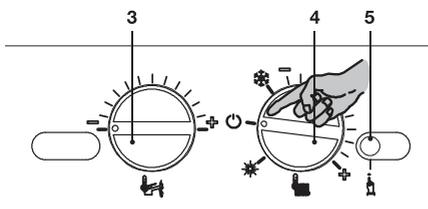

Рисунок 7.12
- Чтобы выйти из режима программирования, установите переключатель функций / регулятор температуры 4 так, как показано на рисунке (см. Рисунок 7.12).